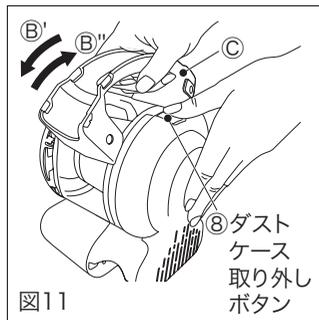

図11
手順2. 図11のようにダストケース取り外しボタン(⑧)を押しながら③ハンドルを握り、矢印⑥'の方向に傾けます。